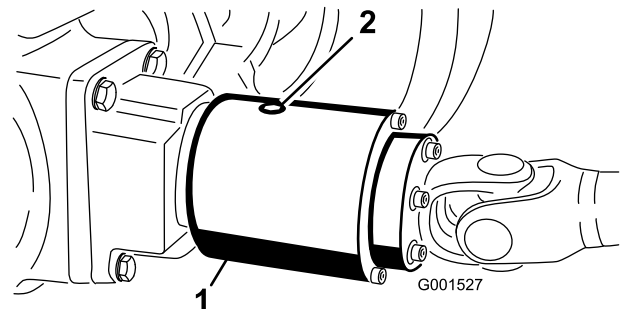

Figura 56
3. Gire el embrague hasta que el tapón esté orientado hacia abajo (Figura 56)